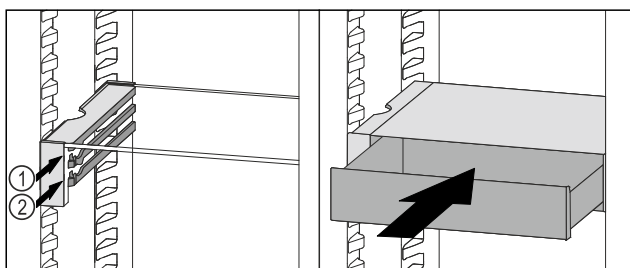

Fig. 97
- 将 VarioSafe 抽屉放置在所需肋梁 Fig. 97 (1) 或 Fig. 97 (2) 上的止挡器后面。